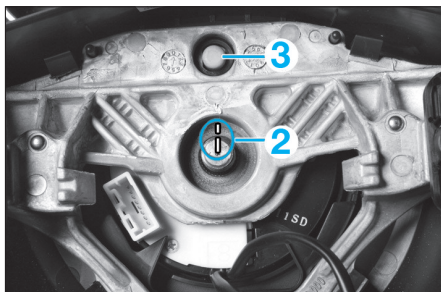

Fig. 2
- Aligner les repères sur le volant et sur la colonne de direction (2) (Fig.2).
- Insérer la goupille de centrage du contacteur tournant (3) dans l'orifice du volant.